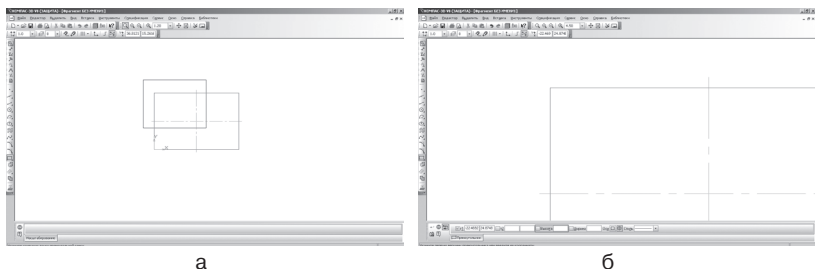

Рис. 27. Увеличение масштаба рамкой
- после фиксации второго угла рамки изображение увеличится и займет всю площадь окна (рис. 27, б).